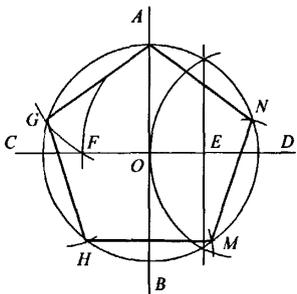

图 1 定圆内接正五边形的作法
(1) 以 O 为圆心,做已知外接圆相互垂直的直径 AB 和 CD 。
(2) 等分 OD 得中点 E ,以 E 为圆心, AE 为半径画弧交 CO 于点 F 。
(3) AF 即为正五边形的边长,以 AF 为弦长等分外接圆,即可得正五边形 5 个顶点,如图 1 所示。